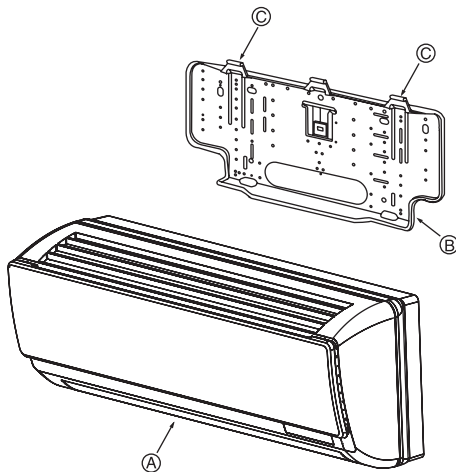

Fig. 3-8
3.3. Установка прибора на стене (Fig. 3-8)
① Надежно поместите детали для навешивания внутреннего прибора над захватами настенного кронштейна.
② Когда прокладка труб будет закончена, закрепите внутренний прибор на настенном кронштейне с помощью фиксирующих винтов.